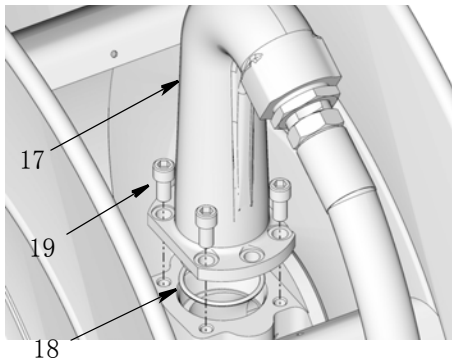

FIG. 24
1. 出口 (17) 逆向。
- a. 从卷盘上拆下螺栓 (19) 和出口 (17) (FIG. 24)。